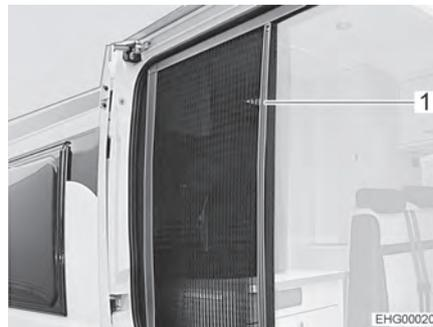

Bild 10 Insektenschutz
- Schließen:** ■ Insektenschutz an der Leiste (Bild 10,1) ganz herausziehen.
- Öffnen:** ■ Insektenschutz an der Leiste (Bild 10,1) in Ausgangsstellung zurückschieben.